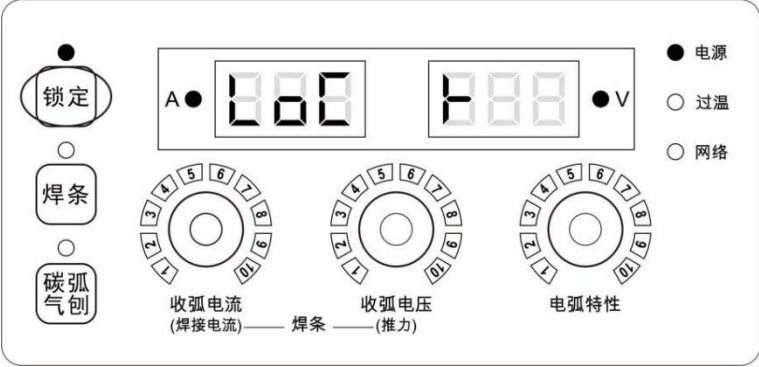

图 3-28 普通锁定界面
1. 选择好焊接参数，长按**锁定键** 3 秒，数码管提示“**LOCK**”后，锁定指示灯点亮，即进入普通锁定界面，如图 3-28 所示。